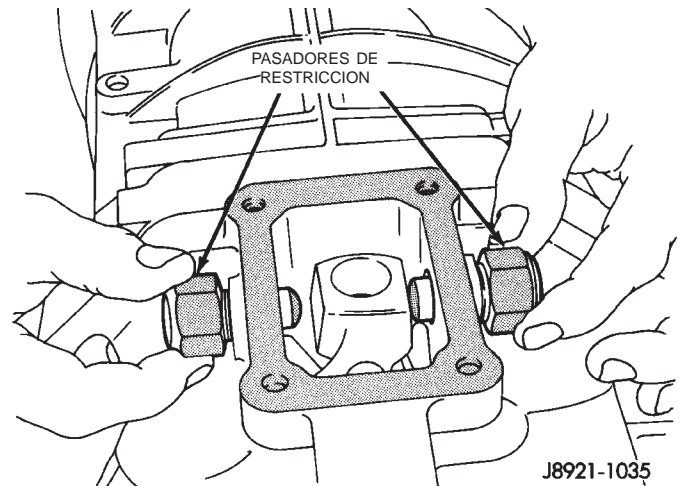

Fig. 46 Instalación de los pasadores de restricción del cambiador
(15) Instale y apriete los pasadores de restricción del cambiador en la torre de cambios con una torsión de 27 N·m (20 lbs. pie) (Fig. 46).